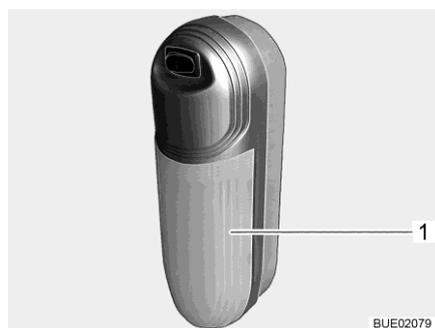

Bild 314 Aufbauleuchte
- Transparente Abdeckung (Bild 314,1) leicht vom Schalter wegziehen und abnehmen.